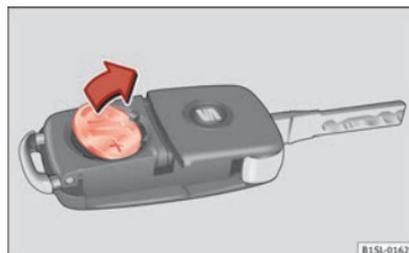

Fig. 127 Clé du véhicule : retirer la pile.
- Retirez la pile du compartiment à l'aide d'un objet fin approprié » fig. 127.
- Placez la pile neuve dans le compartiment, en appuyant comme indiqué » fig. 127, dans le sens contraire de la flèche » ①.